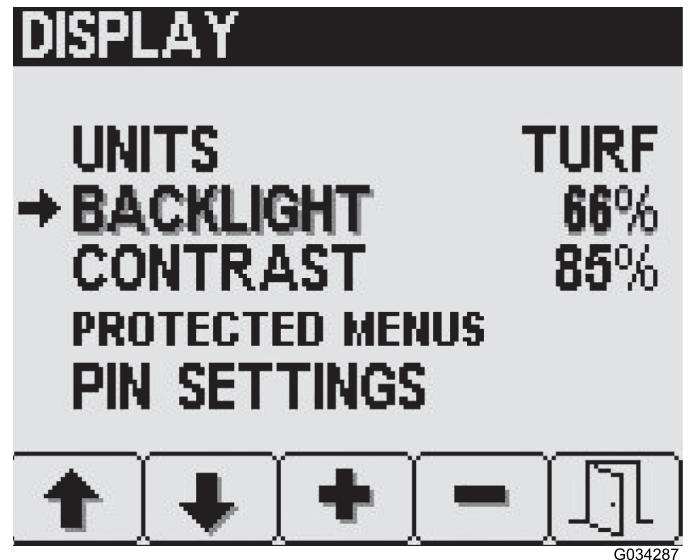

Figura 11
1. Pulse el botón 2 en la pantalla Settings (Ajustes) hasta que llegue a Backlight (Luz de fondo) o Contrast (Contraste) (Figura 11).
2. Utilice los botones 3 y 4 para establecer el valor que desee (Figura 11).